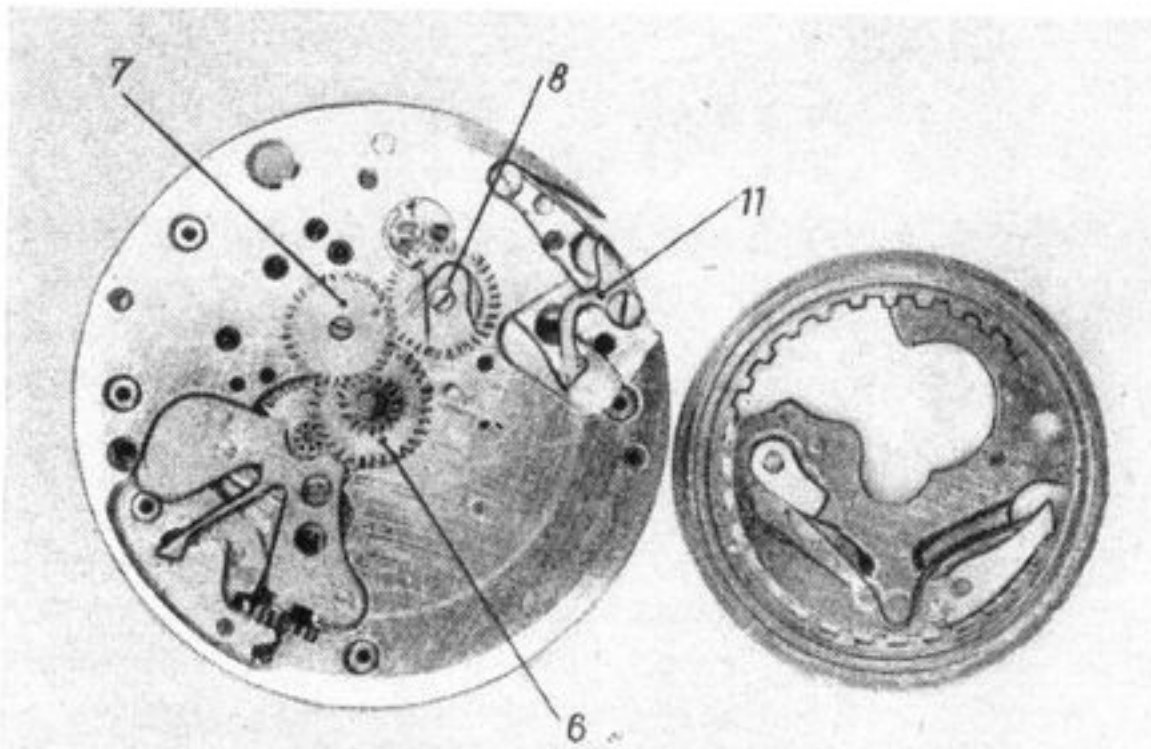

Bild 4
Schraubt man von dem Grundwerk die Kalenderplatte ab (Bild 4), so sieht man auf der Rückseite der Kalenderplatte die beiden Hebel und die Drahtfeder, die beide Hebel betätigt. Die Kalenderräder I und II sind unmittelbar auf das Grundwerk aufgeschraubt und müssen zum weiteren Demontieren des Werkes abgenommen werden. Außerdem ist jetzt auch der Korrektorhebel (11) gut zu sehen, auf den ein kleiner ins Gehäuse eingesetzter Druckstift wirkt. Am Korrektorhebel ist eine dünne Blattfeder befestigt, die beim Betätigen des Hebels den Datumring jeweils um eine Teilung vorwärts bewegt.